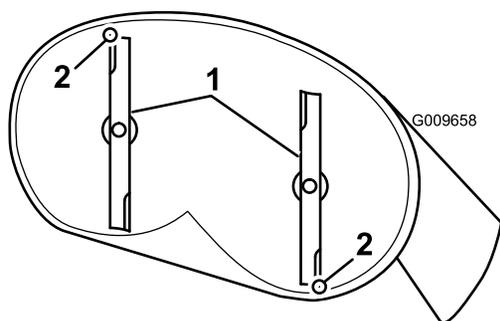

Figure 52
4. Faites pivoter les lames avec précaution pour faire passer les pointes avant à l'arrière (Figure 52).
5. Mesurez la distance entre la pointe de la lame avant et la pointe de la lame arrière par rapport à la surface plane (Figure 52).
9. Une fois le réglage effectué, vérifiez à nouveau l'inclinaison avant/arrière des lames; continuez d'ajuster l'écrou jusqu'à ce que la pointe avant de la lame soit de 1,6 à 8 mm (1/16 à 5/16 po) plus basse de la pointe arrière (Figure 52).